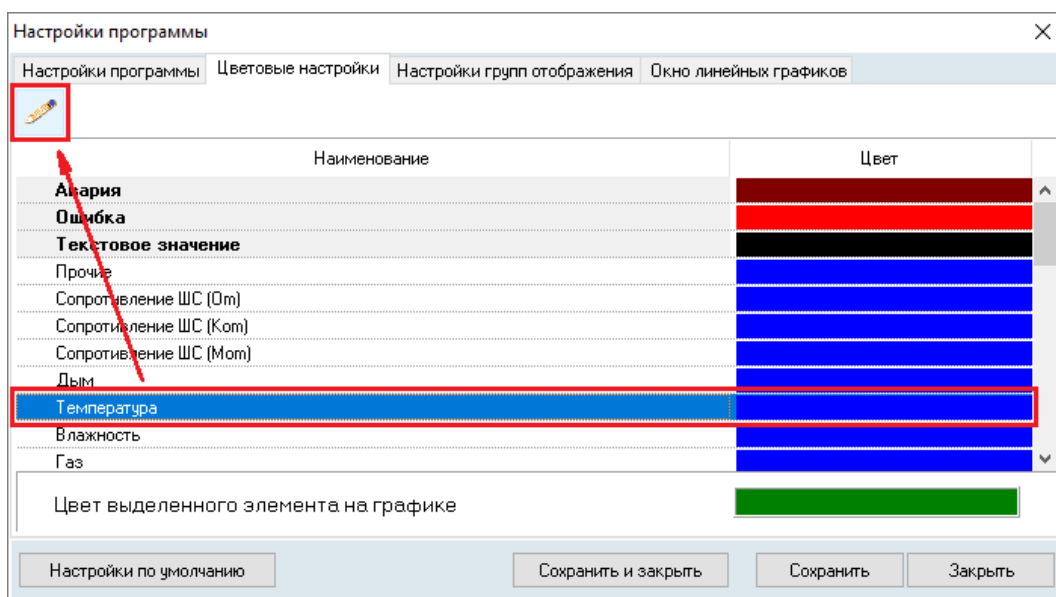

Рисунок 11-82 Переход к изменению цвета отображения телеметрируемого параметра "Температура" по кнопке "Изменить цвет"
- либо выделите строку особого состояния/параметра, для отображения которого необходимо изменить цвет, и нажмите кнопку  «Изменить цвет» (см. Рисунок 11-82);